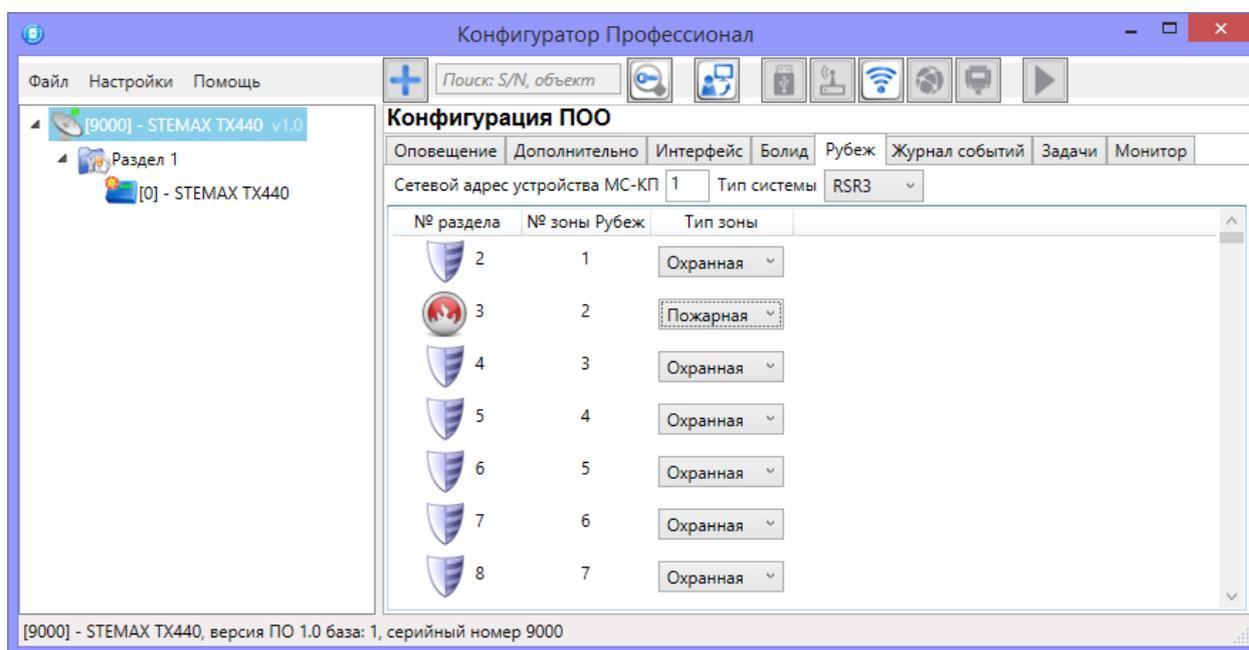

Рисунок 10.5 – Вкладка «Рубеж»
- На вкладке «Рубеж» (см. рисунок 10.5) заполните следующие параметры: